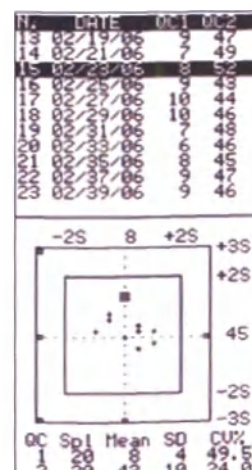

Рисунок 17
Эта функция позволяет детально проанализировать график Юдена (Yuden Plot) по результатам контроля за последние 30 дней. Нажмите (4) в меню QC для вывода графика на экран (см. рисунок 17). Для распечатки графика см. пункт «ПЕЧАТЬ: ФУНКЦИЯ ПЕЧАТИ».